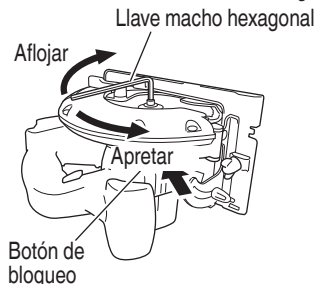

Fig. 6
- (1) Ajuste la velocidad de corte al máximo, y coloque la sierra circular como se muestra en la Fig. 6.